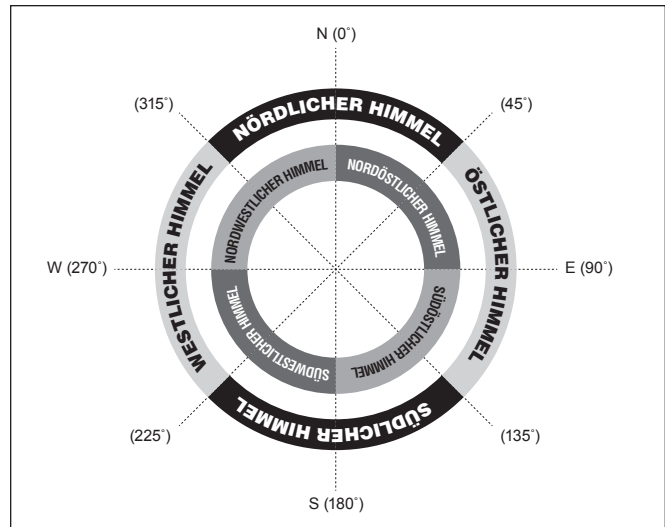

Abbildung 2. Ausrichtung der Himmelsregionen bei der Ausrichtungsmethode „Brightest Star“.
2. Die Handsteuerung fordert Sie mit „Select Region“ (Region auswählen) auf, eine Himmelsregion festzulegen. Finden Sie anhand von **Abbildung 2** die Region, auf der Sie den entsprechend hellsten Stern am Himmel sehen. Es kann hilfreich sein, hierbei einen Kompass zur Hand zu haben. Es stehen acht sich überschneidende Regionen zur Auswahl, die jeweils einen Azimut-Bereich von 90 Grad abdecken. Die gewählte Richtung hat nur Einfluss auf die Auswahl des Ausrichtungsterns. Sobald die Ausrichtung abgeschlossen ist, können Sie weiterhin Objekte aus allen Himmelsregionen zur Beobachtung auswählen.